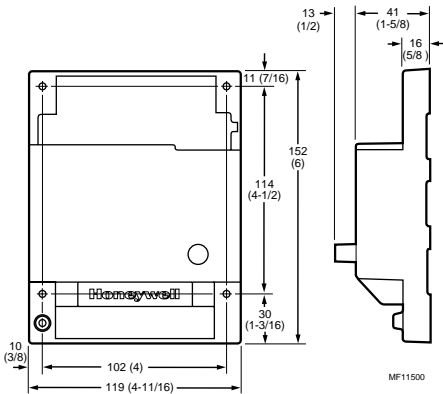

Fig. 1. Encombrement du L7148F en mm (po)
**Encombrement du boîtier :** Voir la Fig. 1.